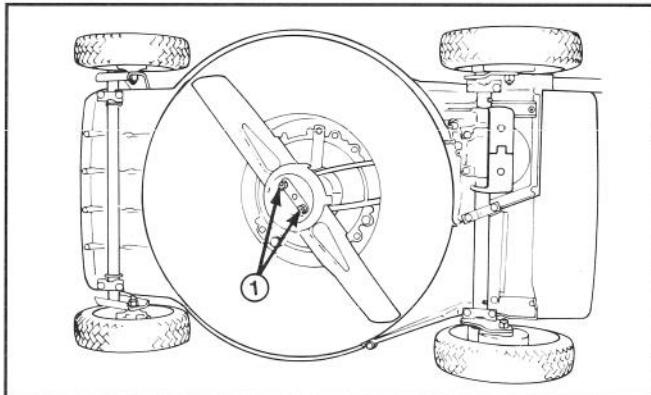

Abbildung 22
- Den Mäher auf die rechte Seite kippen (Abb. 22). Das Messer nicht drehen, da es sonst Startprobleme geben könnte.
5. ENTFERNEN DES MESSERS—Das Endstück des Mähmessers mit einem Lappen oder einem dicken Handschuh anfassen. Entfernen Sie 2 Gegenmuttern, 2 Unterlegscheiben, Schutzpfanne und Messer (Abb. 22 & 24).